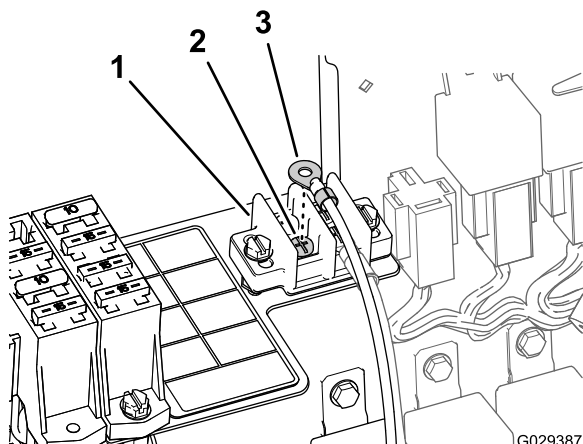

Figura 19
1. Rimuovete una vite dalla morsettiera di messa a terra (Figura 19)
2. Fissate il morsetto ad anello del cablaggio preassemblato per il kit di finitura alla morsettiera di messa a terra con la vite rimossa nel passaggio 1 (Figura 19).